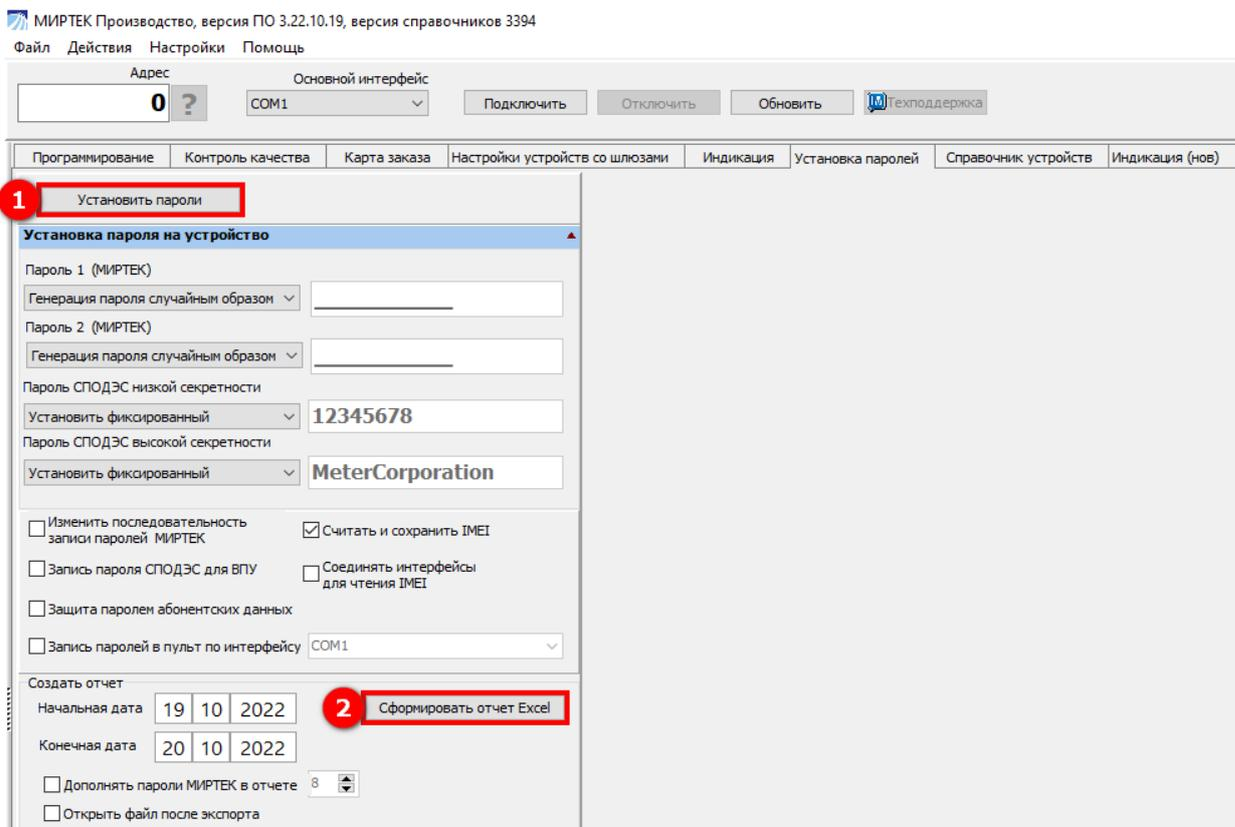

Рисунок 26 – Установка паролей
Вкладка позволяет установить пароль на устройство, а также осуществить дополнительные настройки безопасности (см. рисунок 26). Данная информация выгружается автоматически при выборе карты заказа. Подробнее о карте заказа см. п. 3.2.1.
Кнопка **Установить пароли** (1) (см. рисунок 26) позволяет записать внесенную информацию в устройство.